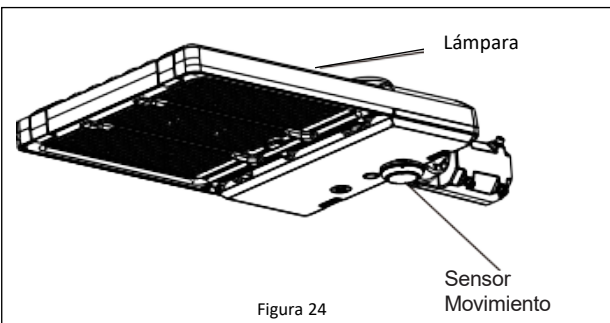

Figura 24
2. Gira el sensor de movimiento hacia la derecha hasta que esté bien ajustado. **Ver la Figura 24.**